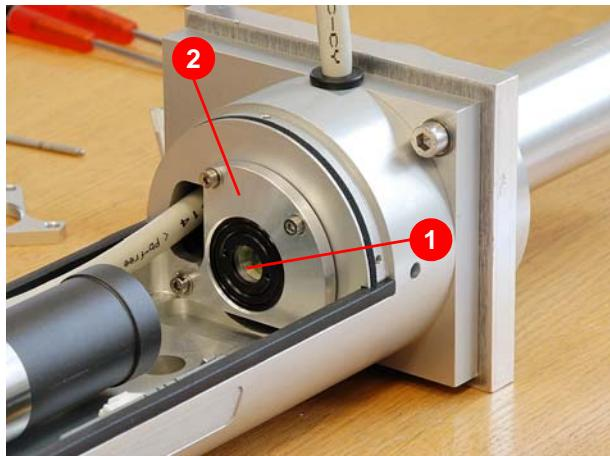

Abbildung 7.18 Strahlaufweitung montieren
- 21.** Wenn vorhanden, Strahlaufweitung (1) (Abbildung 7.18) inklusive Halterung (2) montieren.